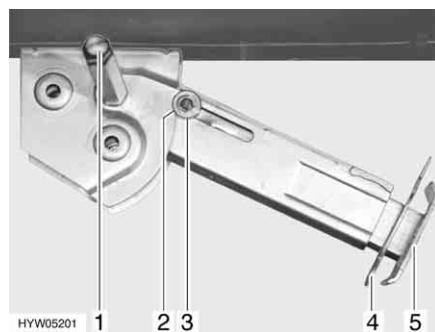

Fig. 22 Piedino di stazionamento
- Inserire la chiave a tubo nell'esagonale (Fig. 22,1) e ruotare fino a quando il piedino di stazionamento non si trova in posizione verticale verso il basso.
- Estrarre la copiglia (Fig. 22,4) dal prolungamento dell'estremità del piedino (Fig. 22,5).
- Inserire la chiave a tubo nell'esagonale (Fig. 22,1) e ruotare fino a quando il piedino di stazionamento non si stacca dal terreno.
- Spingere completamente all'interno il prolungamento dell'estremità del piedino (Fig. 22,5) e inserire la copiglia (Fig. 22,4) nel foro apposito.
- Ruotare la chiave a tubo nell'esagonale (Fig. 22,1), fino a quando il piedino di stazionamento non è sollevato verso l'alto e la guida (Fig. 22,3) è rientrata totalmente nell'intaglio (Fig. 22,2).